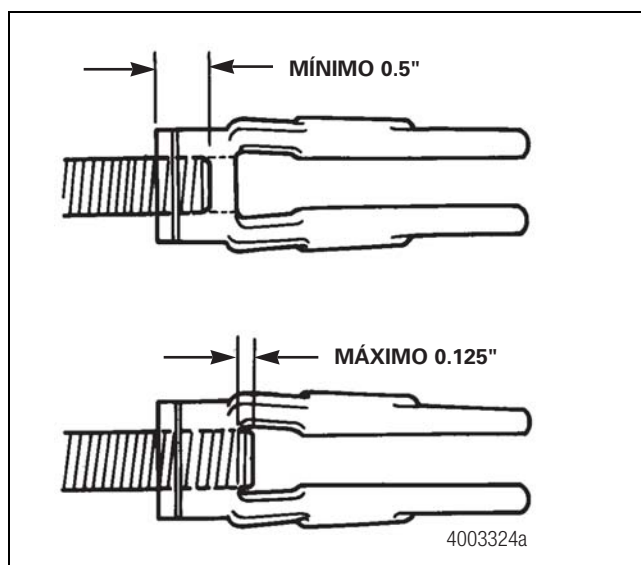

Figura 11.26
- El vástago no debe extenderse a través de la horquilla más de 0.125 de pulgada (3.18 mm). Figura 11.26.